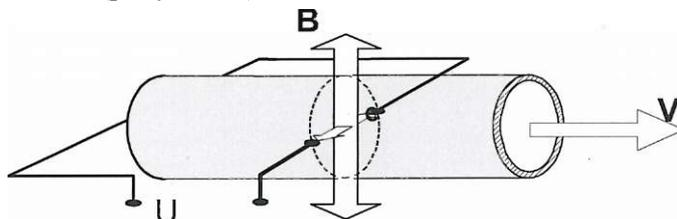

Рисунок 1
1.1.5.1 Принцип работы расходомеров основан на явлении электромагнитной индукции. При прохождении электропроводящей жидкости через магнитное поле с магнитной индукцией **B**, в ней, как в движущемся проводнике, наводится ЭДС **e**, пропорциональная скорости жидкости **V** (рисунок 1).